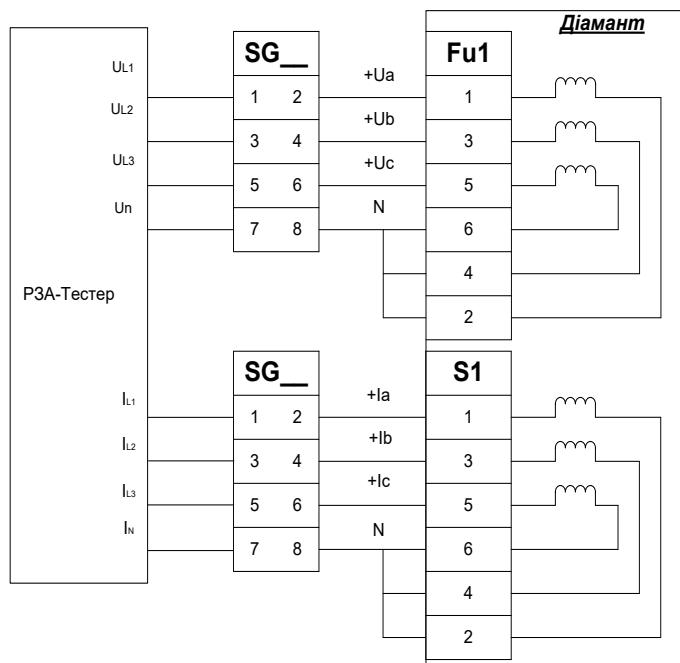

Рис. 7.1 – Подключение аналоговых входов к Діамант
- собрать схему в соответствии с Рис.7.1
- собрать схему в соответствии с Рис.7.1.